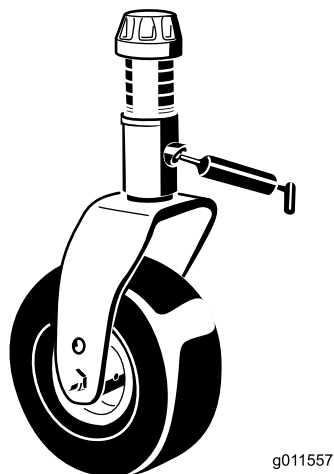

Figura 11
- Boccole (4) dell'asse della forcella delle ruote orientabili (Figura 11)